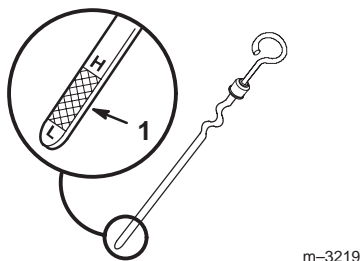

Figure 6
4. Sortez la jauge d'huile et essuyez soigneusement l'extrémité métallique (Fig. 6).
6. Sortez de nouveau la jauge et examinez l'extrémité métallique (Fig. 6). Si le niveau est bas (près du repère L), ajoutez de l'huile, comme expliqué à la rubrique Huile moteur, page 27.